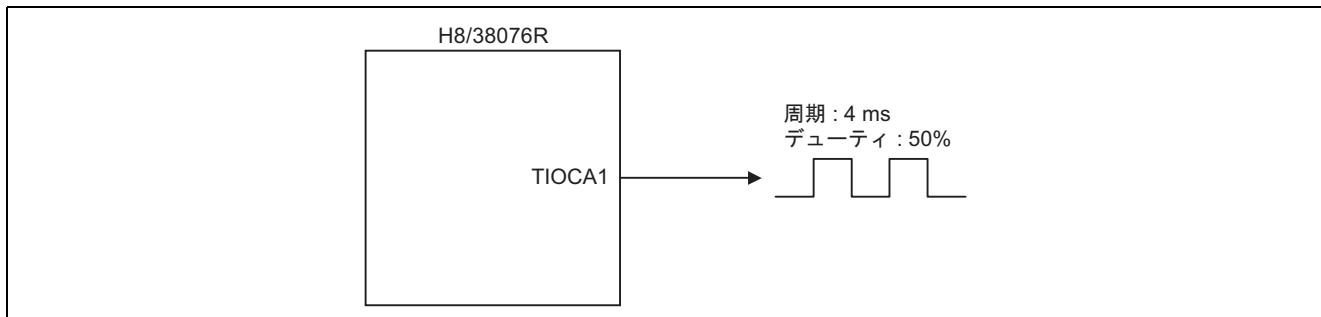

図 1 TPU アウトプットコンペア機能によるパルス出力例
- 図 1 に TPU アウトプットコンペア機能によるパルス出力例を示します。